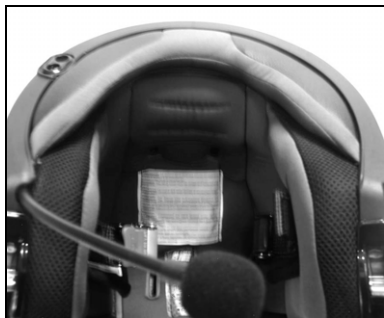

Fig. 33
- Lorsque l'installation est terminée, le casque devrait se présenter comme cela est montré à la Fig. 33.